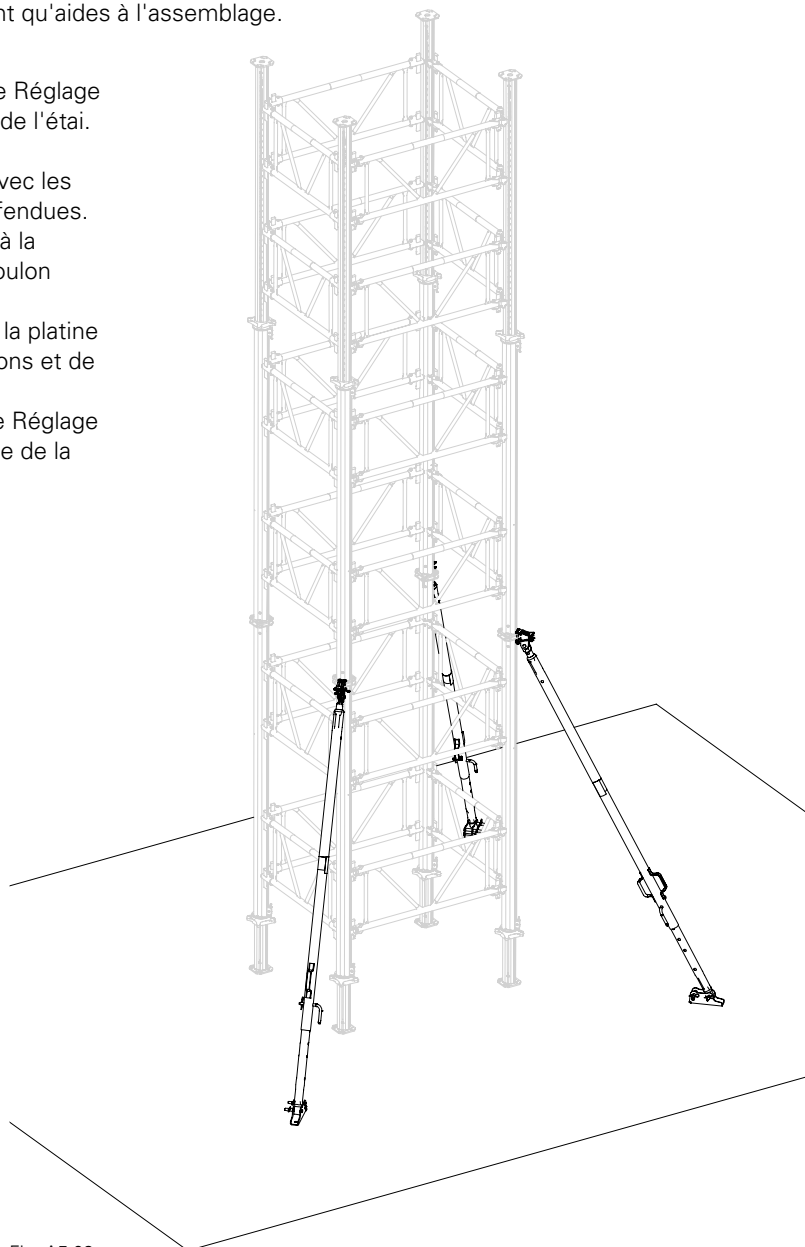

Fig. A5.02
5. Monter d'autres étais de Réglage et détacher l'échafaudage de la grue. (Fig. A5.02)